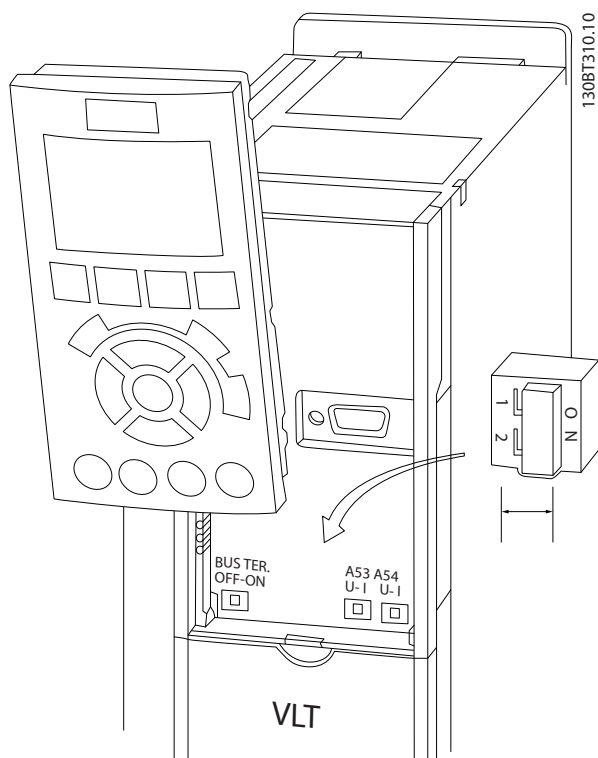

Bild 2.18 Placering av switcharna för plintarna 53 och 54 och busstermineringsswitch
- Brytarna blir tillgängliga när LCP:n har tagits bort (se Bild 2.18).